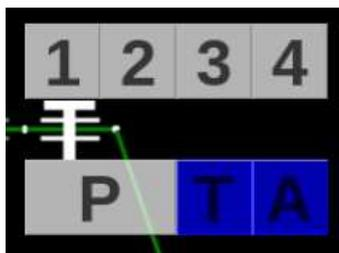

Рисунок 3.38. Торможение отцепов во время роспуска
- кнопка «Т» предоставляет возможность для включения максимально возможной, рассчитанной согласно поосного распределения осей на тормозной позиции ступени торможения, во время автоматизированного роспуска. При нажатии на кнопку «Т» появляется индикация на пиктограмме замедлителя, в виде большой белой буквы Т (Рисунок 3.38).